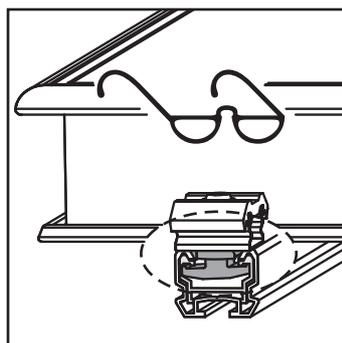

Figure 3-23 Vérifiez la position du profilé de serrage inférieur
2. Vérifiez la position du profilé de serrage inférieur (Figure 3-23).